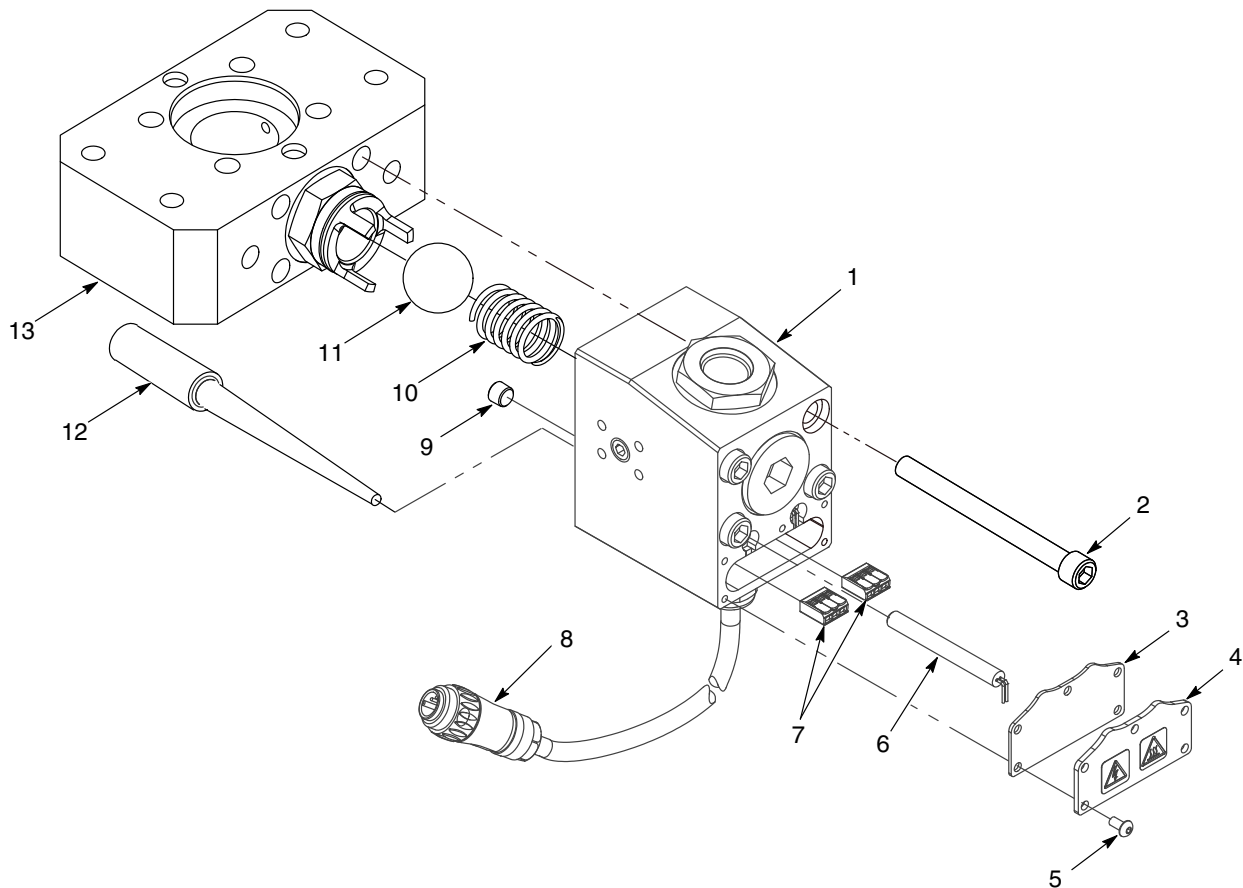

Abbildung 4 Typische Vorgehensweise zum Austausch der Heizpatrone (dargestellt ist ein Verteilerblock mit Rückschlagventil)
Siehe Abbildung 4.
3. Die Schrauben (2) entfernen, mit denen das Verteilerblockgehäuse (1) am Hydraulikteil (13) befestigt ist.
4. Die Schrauben (5) entfernen, mit denen die Abdeckplatte (4) und die Dichtung (3) am Verteilerblockgehäuse (1) befestigt sind.
5. Die dreiadrigen Stecker (7) vorsichtig aus dem Verteilerblockgehäuse (1) herausziehen. Die Leiter der Heizpatrone (6) trennen, siehe Abbildung 4.
6. Den Rohrstopfen (9) von der Rückseite des Verteilerblockgehäuses (1) entfernen.
7. Einen Dorn (12) verwenden, um die Heizpatrone (6) aus der Rückseite des Verteilerblockgehäuses zu drücken. Heizpatrone ausbauen.
1. Wärmeleitpaste entlang des Außendurchmessers der neuen Heizpatrone (6) und entlang des Innendurchmessers der Bohrung auftragen. Die Heizpatrone in das Verteilerblockgehäuse (1) stecken.
2. Die dreiadrigen Stecker (7) wieder mit den Leitern der Heizpatrone (6) verbinden, siehe Abbildung 4. Die dreiadrigen Stecker vorsichtig in das Verteilerblockgehäuse (1) stecken.
3. Die Dichtung (3) mithilfe der Schrauben (5) wieder an der Abdeckplatte (4) anbringen. Die Schrauben mit 60 - 75 in.-lb (6,8 - 8,5 N•m) anziehen.
4. Das Verteilerblockgehäuse (1) wieder am Hydraulikteil (13) montieren.
- a. **Gilt nur für Verteilerblöcke mit Rückschlagventil:** Die Feder (10) und die Kugel (11) wieder einsetzen, falls diese beim Entfernen des Verteilerblockgehäuses aus dem Hydraulikteil herausgefallen sind.
- b. Never-Seez auf die Gewinde der Schrauben (2) auftragen. Den Verteilerblock mithilfe der Schrauben wieder am Hydraulikteil befestigen. Die Schrauben mit 50 - 55 ft-lb (67,8 - 74,6 N•m) anziehen.
5. Den Stecker des Anschlusskabels (8) wieder an die Spannungsquelle anschließen.